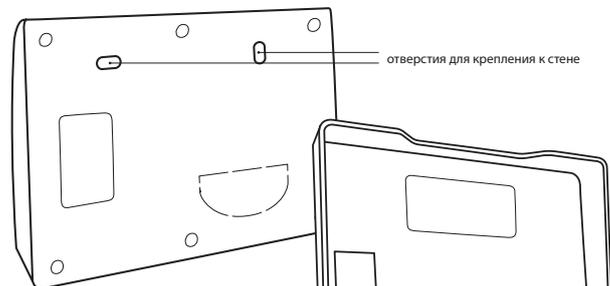

Рис.12. Вид модуля управления Neptun ProW сзади
- закрепите корпус прибора на ровной поверхности, например на стене, при помощи двух саморезов 3x2,5 мм (рис. 12).